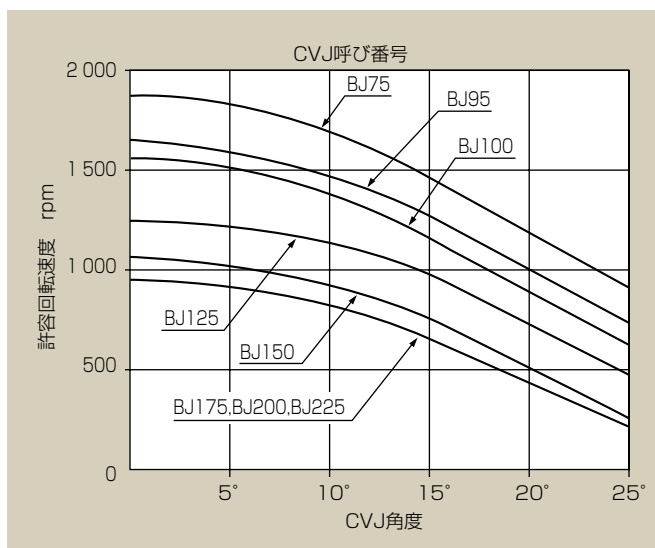

図12 角度と許容回転速度
- ブーツの耐久性を考慮して図12に示す回転速度が角度限界内にあることを確認してください。